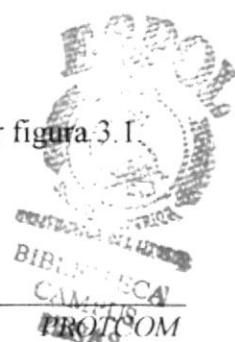

FIGURA 3.1 INGRESO AL SISTEMA.
5. Automáticamente saldrá la Pantalla de Ingreso al Sistema. Ver figura 3.1